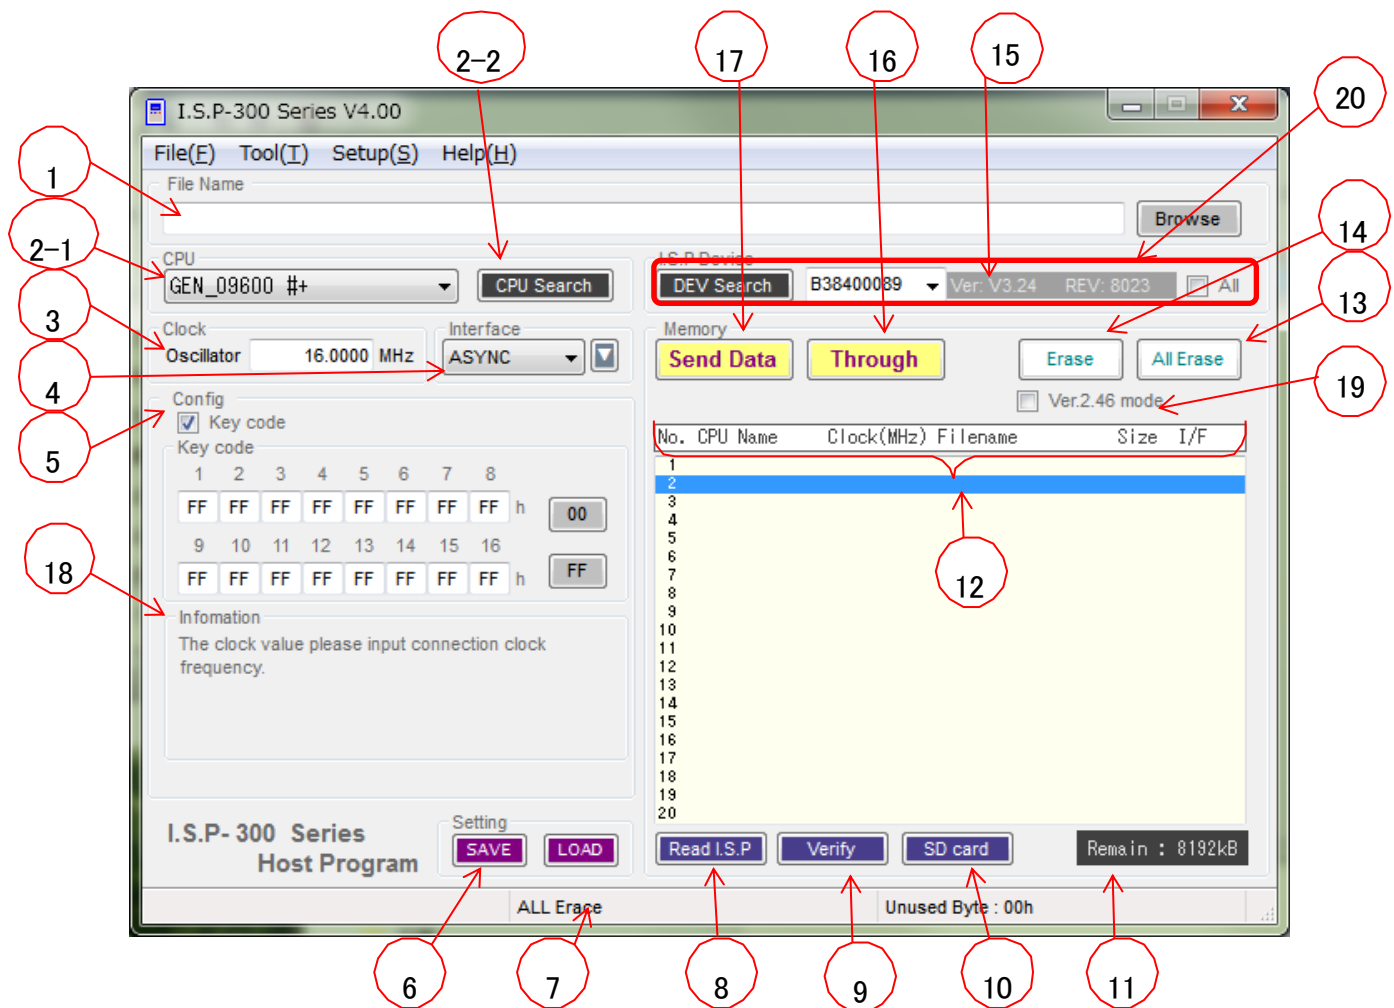

Fig 1 I.S.P-300/310 用 Host 起動画面
3. 起動すると以下のような画面が現れます。(Fig 1 参照)